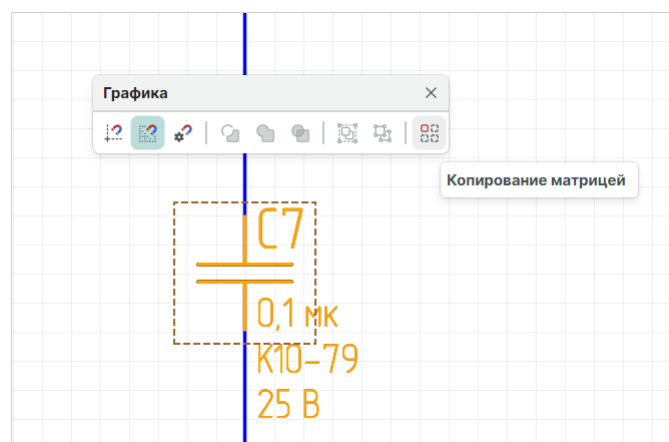

Рис. 212 Копирование объекта матрицей
- Выберите инструмент «Копирование матрицей» на панели инструментов «Графика», см. Рис. 212.